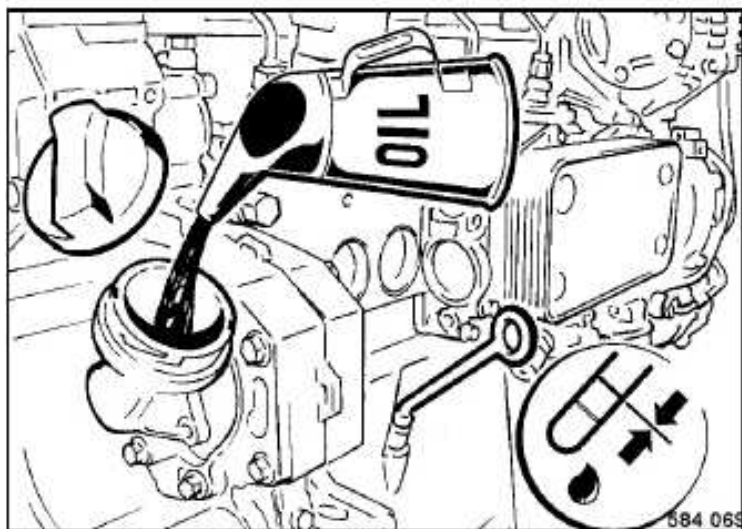

Fig. 94
- Extraer la varilla de medición de aceite (Fig. 94), limpiarla con un paño limpio y libre de hilachas e introducirla hasta el tope.